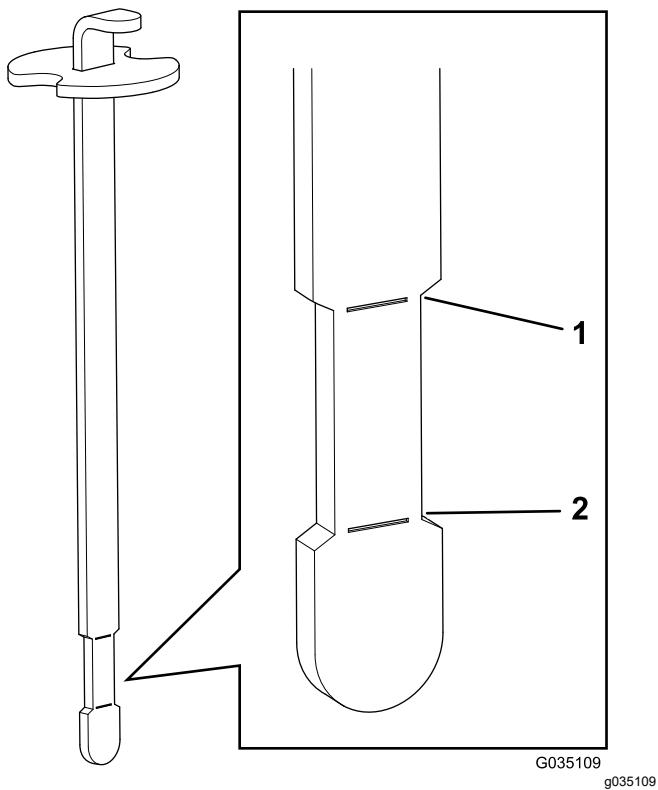

Рисунок 44
- Вставьте щуп в заливную горловину; затем извлеките его и проверьте уровень жидкости (Рисунок 44).